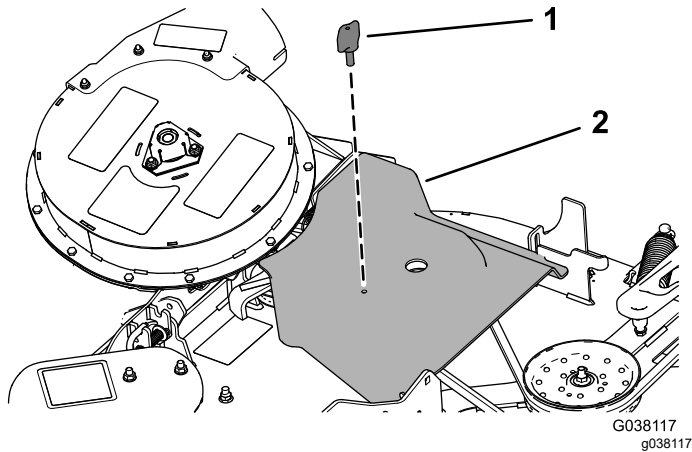

Bild 46
5. Setzen Sie die Gebläseriemenabdeckung auf den Gebläseriemen und befestigen sie mit dem Riemenhandrad (Bild 46).